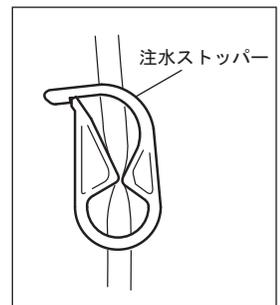

図 9
- 1) 注水チューブ針と注水ポンプの間にある注水ストッパーを閉めます。(図 9)